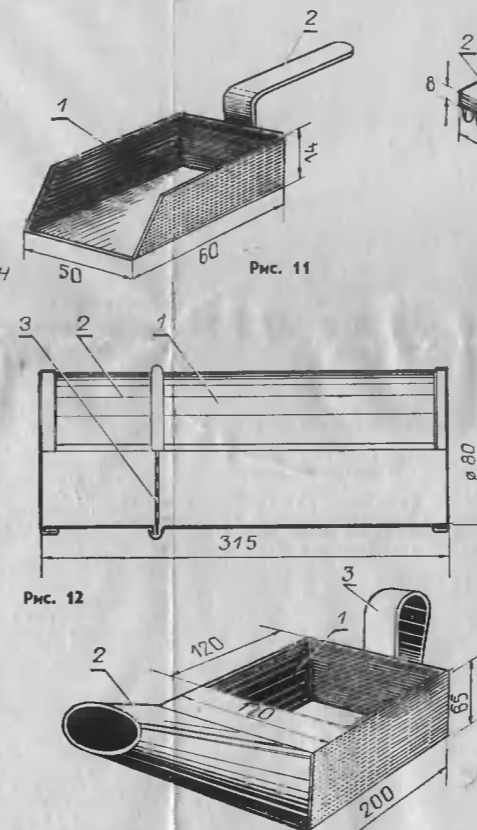

Рис. 12
**Цилиндр для определения влагоемкости песка (рис. 12)**